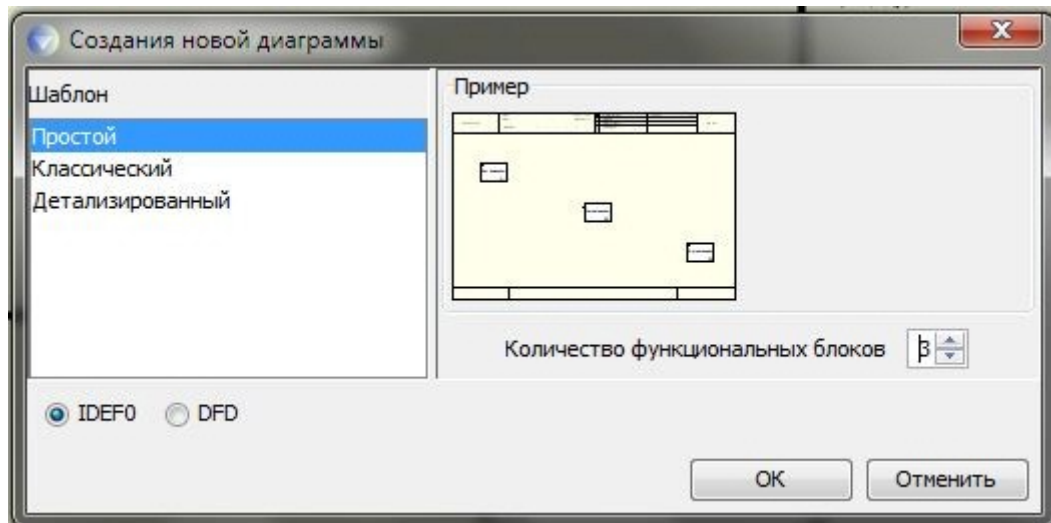

Рис. 3. Диалоговое окно декомпозиции работ
2. В диалоговом окне укажите число работ на диаграмме нижнего уровня - "3", а нотацию декомпозиции - IDEF (рис. 3), затем нажмите "ОК". Автоматически будет создана диаграмма декомпозиции.